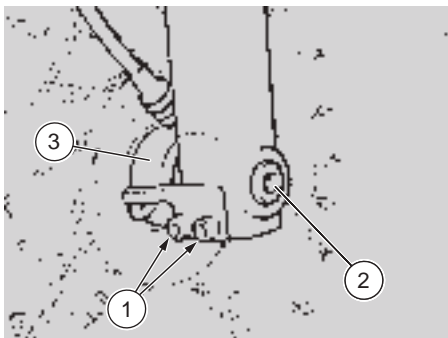

Fig. 30
## RUOTA ANTERIORE (Fig. 30)
- ◆ Allentare le 2 viti dei morsetti forcelle (1 - Fig. 30).
- ◆ Allentare il perno (2 - Fig. 30).
- ◆ Togliere il comando tachimetro (3 - Fig. 30) e la boccola distanziatrice posta sul lato sinistro della ruota.
- ◆ Posizionare la boccola distanziatrice (lato sinistro della ruota) ed il comando tachimetro (3 - Fig. 30).
- ◆ Ingrassare il perno (2 - Fig. 30) solo sulla zona introdotta nella ruota, quindi inserirlo sollevando la ruota.
- ◆ Fissare le 2 viti dei morsetti forcelle (1 - Fig. 30).
- ◆ Fissare il perno (2 - Fig. 30)